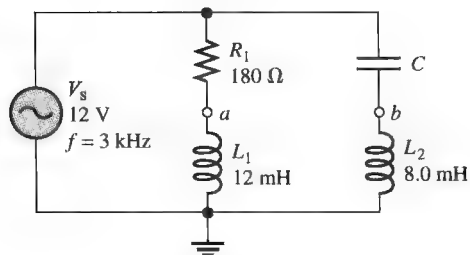

图 13-75
32. 确定图 13-75 中是否存在一个 C 值使得 $V_{\omega} = 0\text{V}$ ，如果不存在，请给出解释。
33. 在图 13-75 中如果 C 的值为 $0.22\mu\text{F}$, 试问流过每条支路的电流有多大? 总电流是多少?